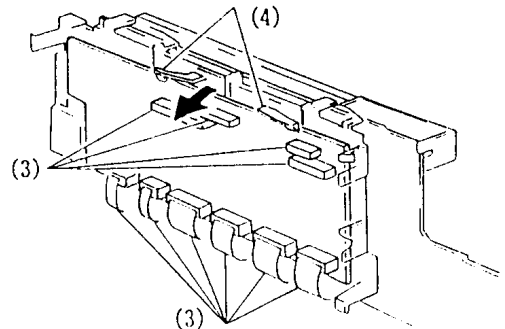

Abb. 4-2 Timer-Hilfsleiterplatte
2. Timer-Hilfsleiterplatte (Abb. 4-2)